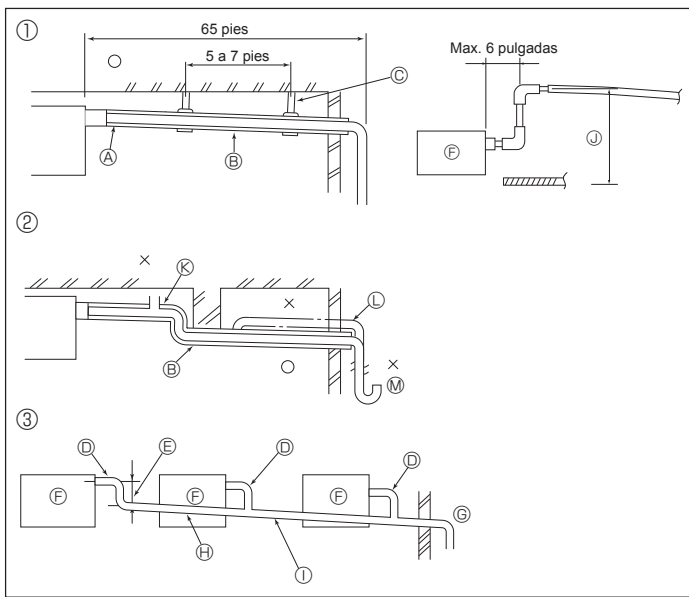

Fig. 4-1
4.1. Tubería de drenaje (Fig. 4-1)